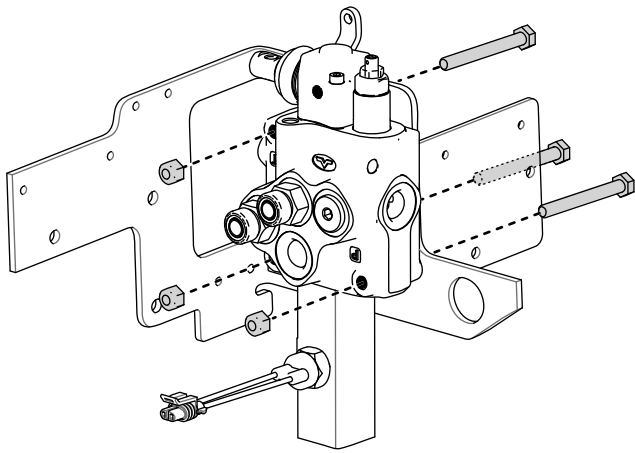

Figure 11
9. Retirez les 3 boulons et écrous qui fixent le distributeur auxiliaire sur le support (Figure 11).